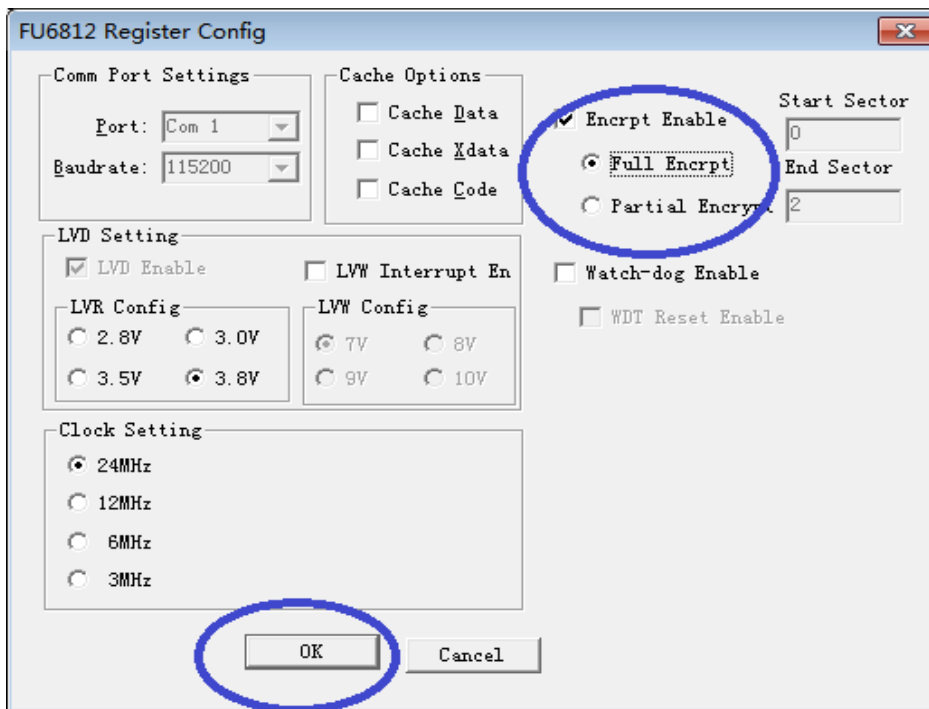
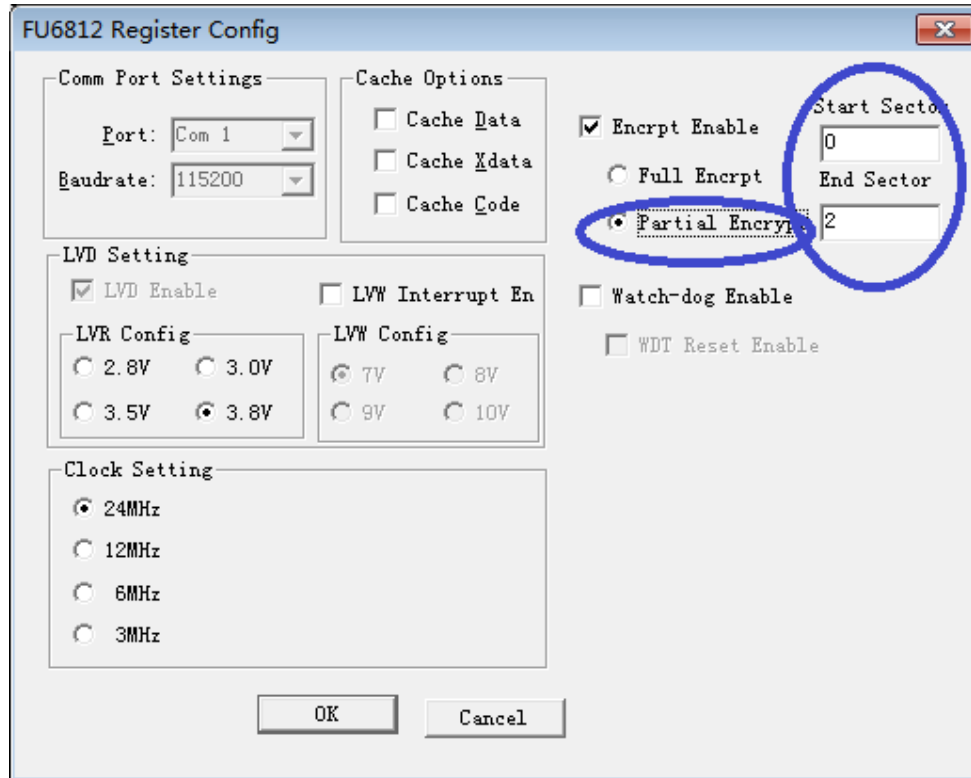

图 35-2 代码保护 全保护模式
图 35-3 代码保护 局部保护模式
2. 按照图 35-2 所示进行选择并设置，点击 OK。然后编译工程并下载，得到的.BIN 文件烧录到 FLASH 中之后即可达到代码保护的效果。
需要说明的是，芯片具有全代码保护模式和局部代码保护模式，图 35-2 所示设置为全代码保护模式，设置之后 FLASH 中的所有代码都会被保护。图 35-3 所示设置为局部代码保护模式，设置后仅保护从扇区 0 到 END SECTOR 所指扇区的区域，任何扇区的保护设置都会使最后一扇区被保护。